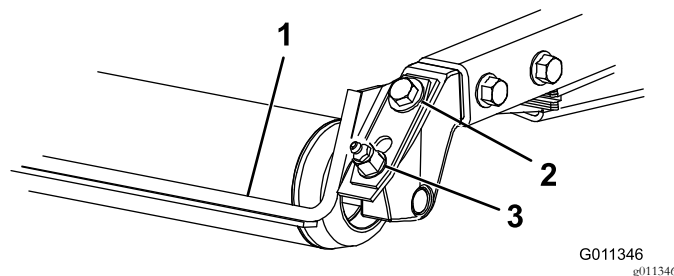

Рисунок 9
- Ослабьте затяжку масленки для консистентной смазки и крепежный винт (Рисунок 9).